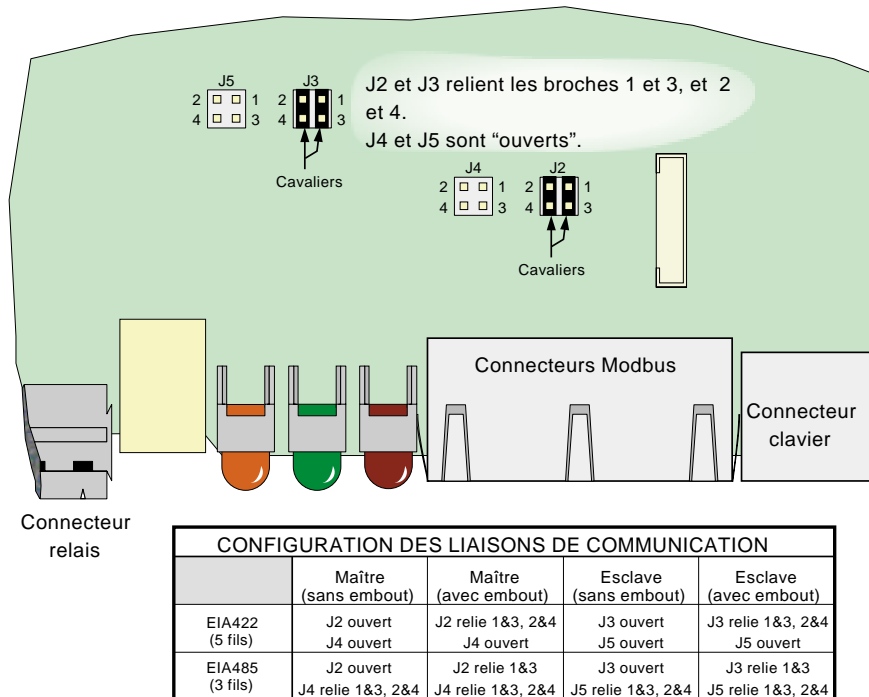

Figure 1.4.2c Emplacements des cavaliers
4. Les cavaliers se trouvent sur la carte principale (la carte relais) et sont représentés sur la figure 1.4.2c. Si des connecteurs Profibus sont installés, il vaut mieux les déposer (deux vis par connecteur) pour accéder aux cavaliers.
5. Retirez et insérez les cavaliers conformément au tableau de la figure 1.4.2c.